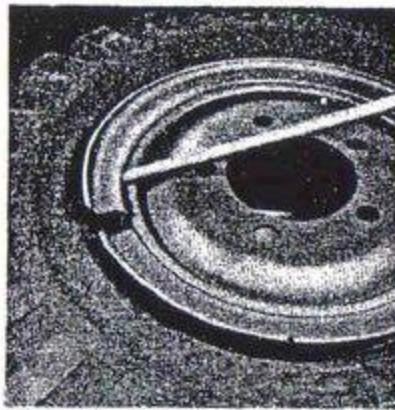
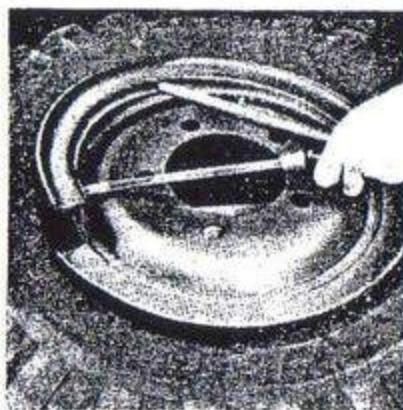

Bild 133. Demontering av sidoring.
Bild 134. Demontering av sidoring.
- Tryck ned däcket på fälgen. Vid behov användes press. Sätt ett monteringsjärn i urtaget på sidoringen (bild 133) och bänd över fälgkanten. Bänd växelvis med två monteringsjärn (bild 134) tills hela ringen är loss.